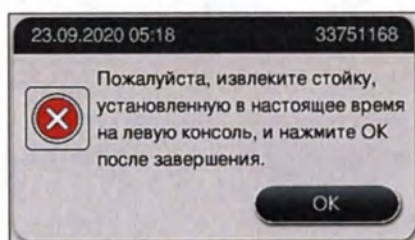

Рис. 129
5. Подтвердите нажатием **ОК** (→ "Рис. 129").